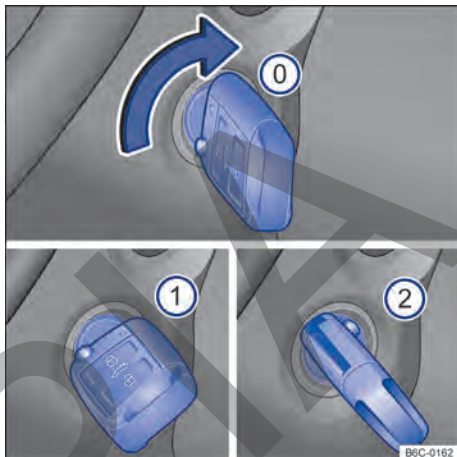

Fig. 85 Al lado del volante de la dirección, a la derecha: posiciones de la llave del vehículo en la cerradura de encendido.
Posiciones de la llave del vehículo → **fig. 85**
- ① Encendido desconectado. La llave del vehículo puede ser retirada.
- ① Encendido conectado.
- ② Pise el pedal del freno (*vehículos con transmisión automática*), o el pedal del embrague (*vehículos con transmisión manual*) y encienda el motor. Cuando el motor arranque, suelte la llave del encendido. Al soltar, la llave del vehículo vuelve a la posición → **fig. 85** ①.
- Girar la llave del vehículo a la posición → fig. 85  1. El encendido está conectado.
- Girar la llave del vehículo en el cilindro del encendido hacia la posición → fig. 85  2 – no acelere. Cuando el motor comience a funcionar, soltar la llave del vehículo en la cerradura de encendido.
- *Vehículos con cerradura de encendido*: girar la llave del vehículo en la cerradura de encendido a la posición → fig. 85 .